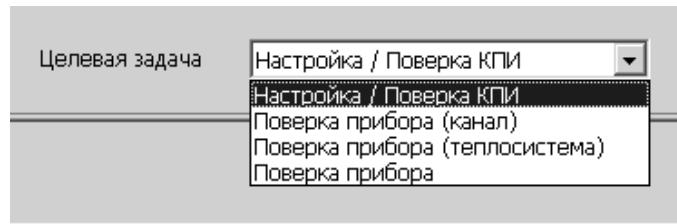

Рис.3. Вид поля со списком целевых задач.
2.4.1.2. Для назначения целевой задачи, необходимо нажать кнопку в поле параметра **Целевая задача** (рис.3) и в раскрывшемся списке установить курсор в строке с соответствующим наименованием задачи.